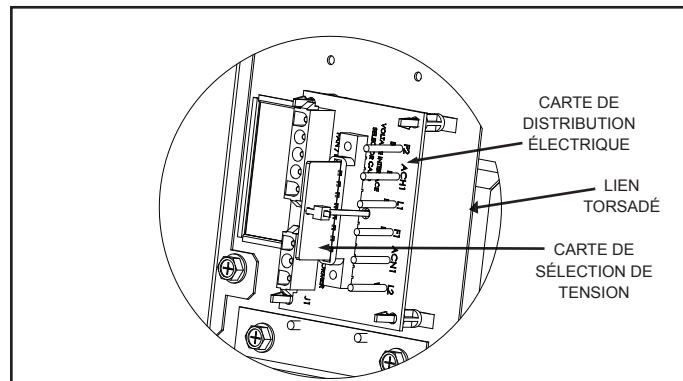

Figure 24. Tableau de distribution électrique avec carte du sélecteur de tension installée pour 240 VCA
2. Coupez l'attache en plastique qui maintient la carte du sélecteur de tension en place et jetez-la. Faites attention à ne pas abraser ni endommager le câblage ni les autres composants. Débranchez la carte du sélecteur de tension de son connecteur. Voir la figure 24.
3. Utilisez un câble 4 conducteurs de calibre 22 (AWG) entre le réchauffeur et la commande RS et faites correspondre les couleurs des fils (figure 24).
4. Les fils provenant du réchauffeur peuvent être « doublés » sur la barrette à bornes rouge avec les quatre (4) fils provenant du régulateur intérieur.